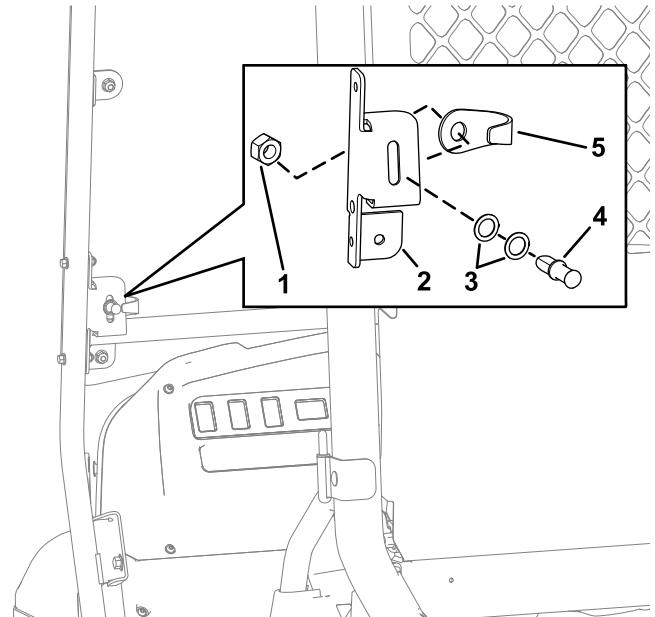

Bild 63
- Fluchten Sie den Arretierbolzen und die Bolzenschutzvorrichtung mit der Öffnung in der Befestigungshalterung aus, wie in Bild 63 abgebildet.
- Stecken Sie den Arretierbolzen (zuerst ohne die Scheiben) in die Bolzenschutzvorrichtung (Bild 63).
- Fluchten Sie den Arretierbolzen und die Klemmmutter an der Rückseite der Öffnung an der Befestigungshalterung aus (Bild 63).
- Ziehen Sie die Klemmmutter mit der Hand zum Arretierbolzen an (Bild 63).